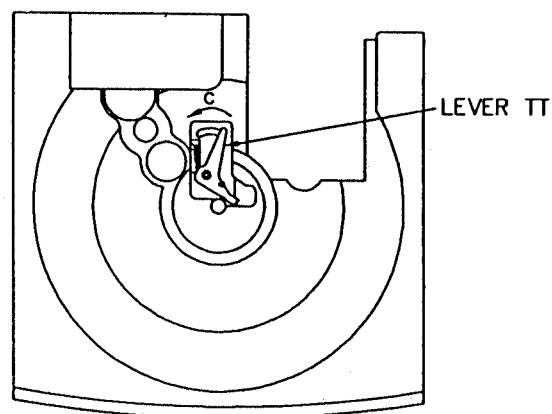

Figure 7
4. ターンテーブルの組立方法 (figure 7)
- 1) LEVER TT を "C" の方向に押しながら、TURN TABLE 5CD を組み込む。(figure 7)
* 組み込む際の TURN TABLE 5CD の CD 番号 (1 ~ 5) は任意で構いません。(figure 7)
4. How to reassemble the TURN TABLE. (figure 7)
- 1) Push LEVER TT in the direction of "C", and put in the TURN TABLE 5CD. (figure 7)